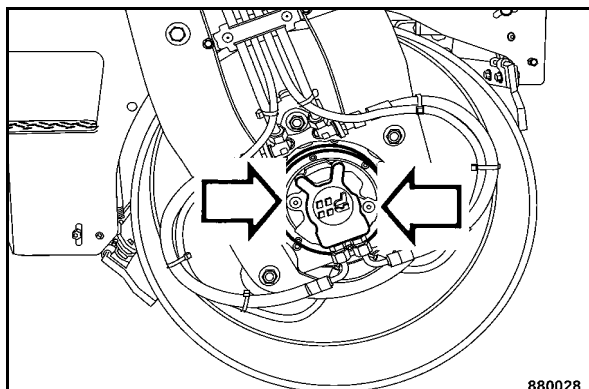

Fig. 104
- Dévisser les deux bouchons (Fig. 104).